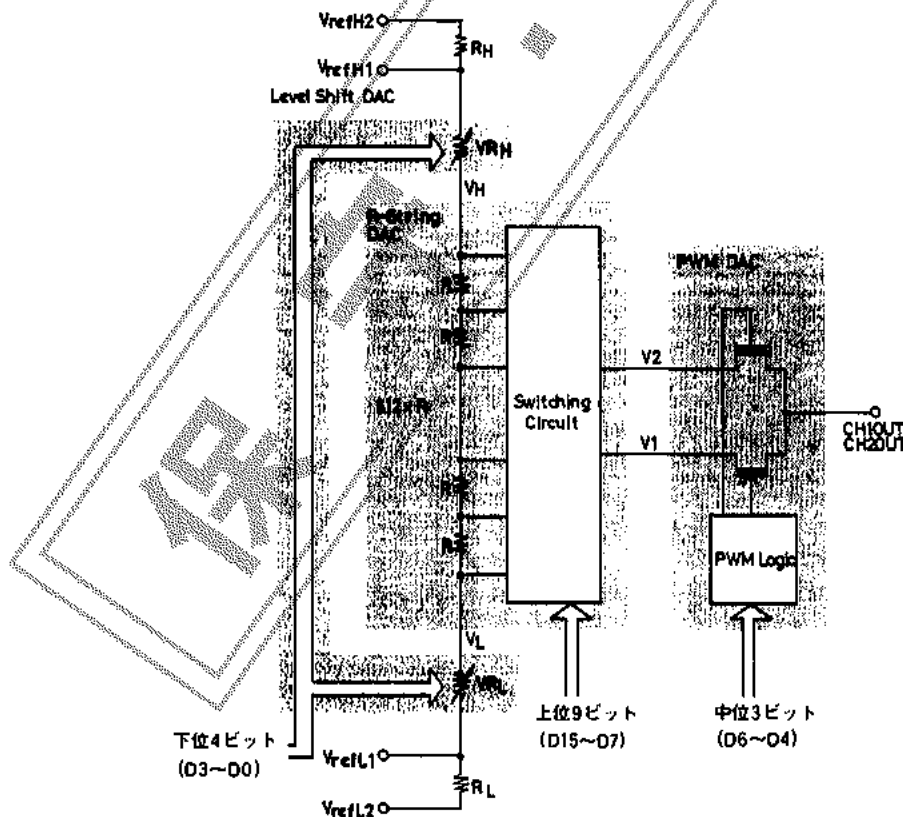

図1 LC7881のD/A変換方式
(2) 変換動作 (図1参照)
(3)Vref端子 (図1参照)
LC7881に内蔵されている抵抗RH, RL(図1参照)の効果で最大出力振幅は、およそ2Vp-pに絞られる。